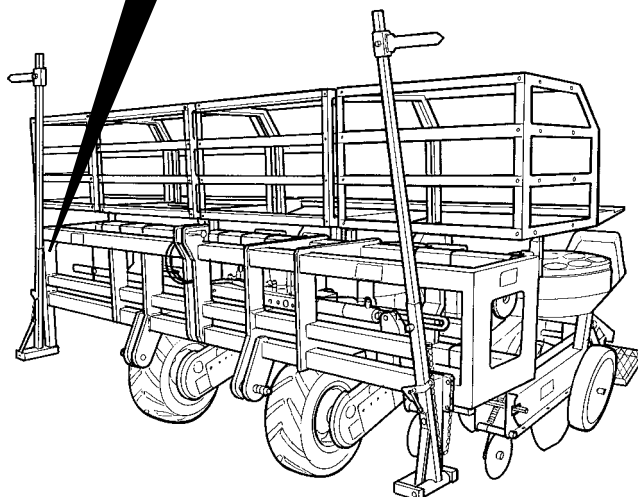

Fig. 1
Per il sollevamento utilizzare un carrello elevatore con portata superiore al peso della macchina (**vedi targa CE - Fig. 1**) ed infilare le forche sopra il perno (**A**) e sotto il tubolare del telaio (**B**).
For lifting purposes use a forklift truck with a capacity exceeding the weight of the machine (**see CE plate - Fig. 1**) and slide the forks over the pin (**A**) and under the frame tube (**B**).
Pour le levage, utiliser un chariot élévateur avec une capacité portante supérieure au poids de la machine (**voir la plaque CE - Fig. 1**) et enfiler les fourches au-dessus du pivot (A) et sous le tubulaire du châssis (B).
Para la elevación, utilice una carretilla elevadora con una capacidad superior al peso de la máquina (**véase la placa CE - Fig. 1**) e introduzca las horquillas por encima del perno (A) y por debajo de los tubos del bastidor (B).